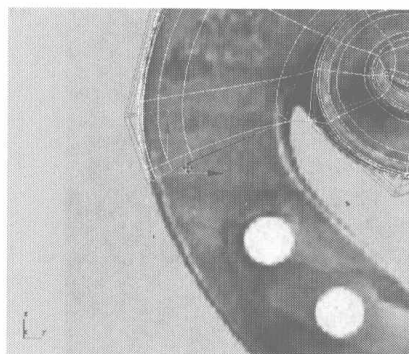
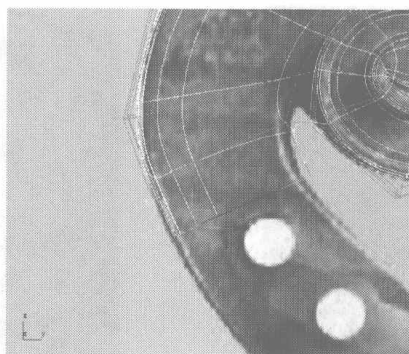
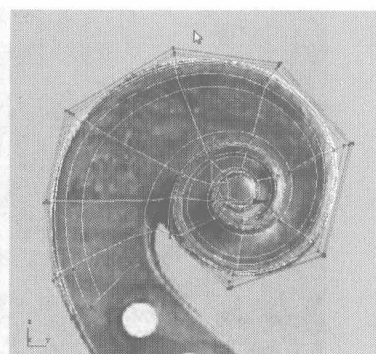

图 5.212
图 5.213
图 5.214
- 14** 打开细分，将细分度设置为 2，模型显示如图 5.211 所示。选择如图 5.212 所示的曲线，按住 Shift 键向下拖动，复制出如图 5.213 所示的边沿。调整模型上的点到如图 5.214 所示的位置。